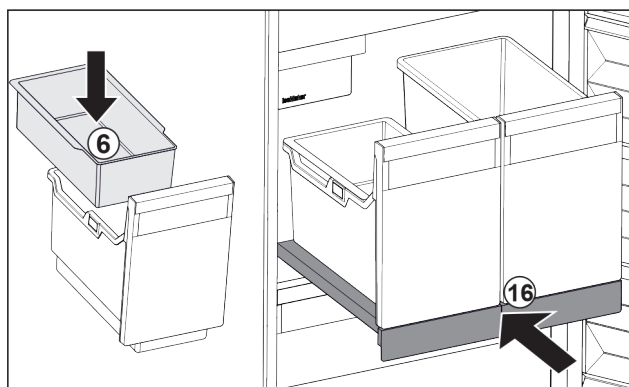

Fig. 36
- ▶ Installer le balconnet *Fig. 36 (6)* pour glaçons.
- ▶ Rentrer le compartiment coulissant avec le bac (IceTower). *Fig. 36 (16)*